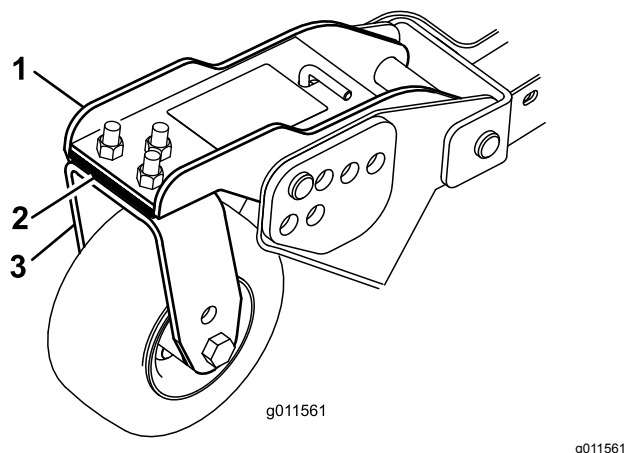

Figura 31
Rode a lâmina em cada eixo até que as suas extremidades se encontrem viradas para a frente e para trás. Meça a distância existente entre o chão e a ponta dianteira da lâmina. Ajuste os calços de 3 mm do(s) braço(s) da roda giratória dianteira de forma que coincidam com a altura de corte fixada no autocolante (Figura 31). Apenas para o eixo da lâmina exterior, consulte Ajuste da inclinação da unidade de corte \(página 73\).
3. Se extremidade interior da unidade de corte lateral estiver demasiado levantada em relação à ponta exterior da unidade de corte frontal, retire os calços de 3 mm do fundo do braço da roda giratória dianteira interior na unidade de corte lateral (Figura 31). Verifique novamente as medições entre as pontas exteriores de ambas as unidades de corte lateral e a ponta interior da unidade de corte até à ponta exterior da unidade de corte frontal.